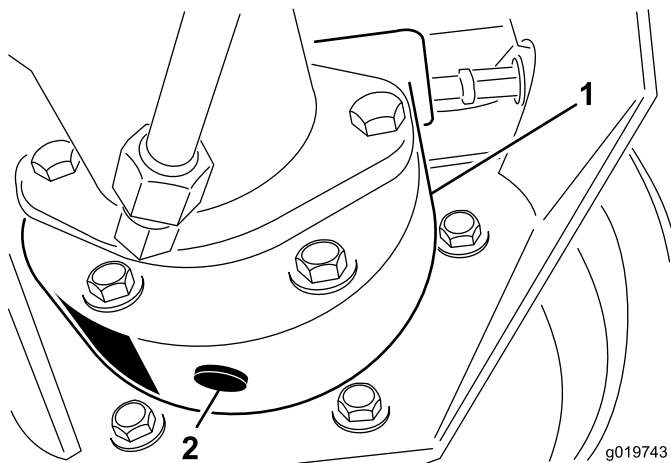

Bild 70
3. Stellen Sie eine andere Auffangwanne unter das Bremsgehäuse, entfernen die Verschlusschraube und lassen das Öl ablaufen (Bild 70).